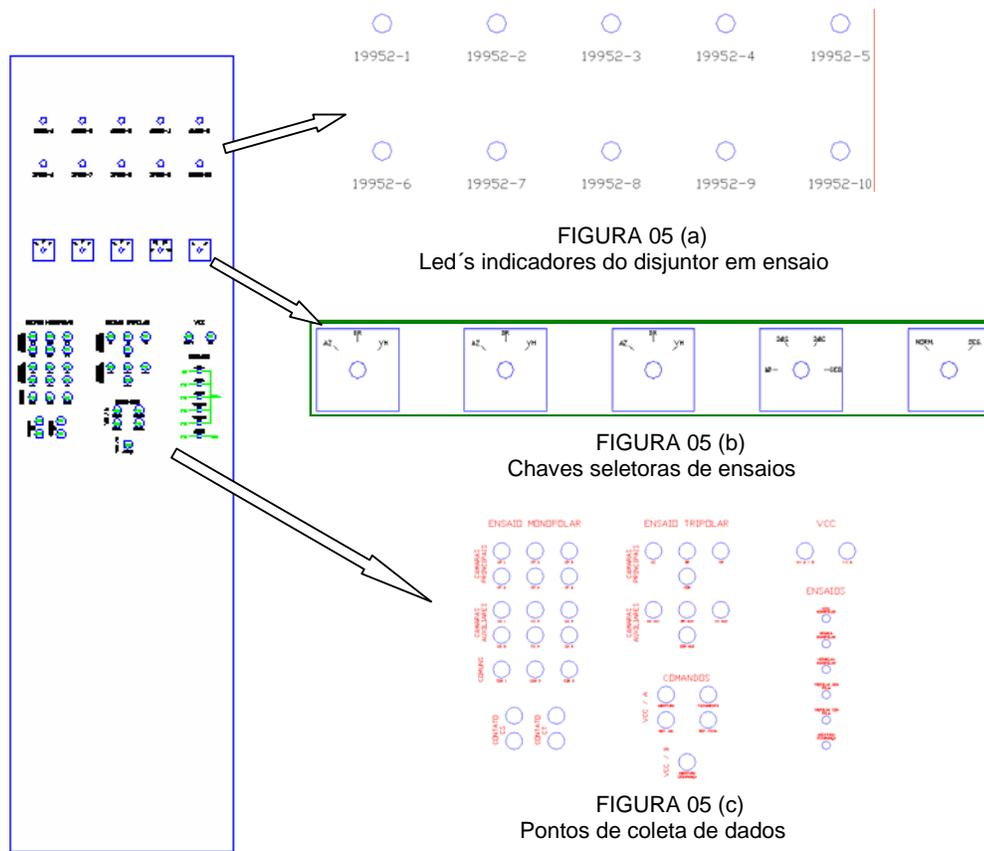

FIGURA 05
2.2.3. Realizados os procedimentos acima, todas as informações dos pólos e do comando dos disjuntores a serem ensaiados, estariam agora no painel concentrador de dados, Figura 05, e, por meio de chaves seletoras e led's, configurar os diversos tipos de ensaios a serem realizados para cada tipo de disjuntor